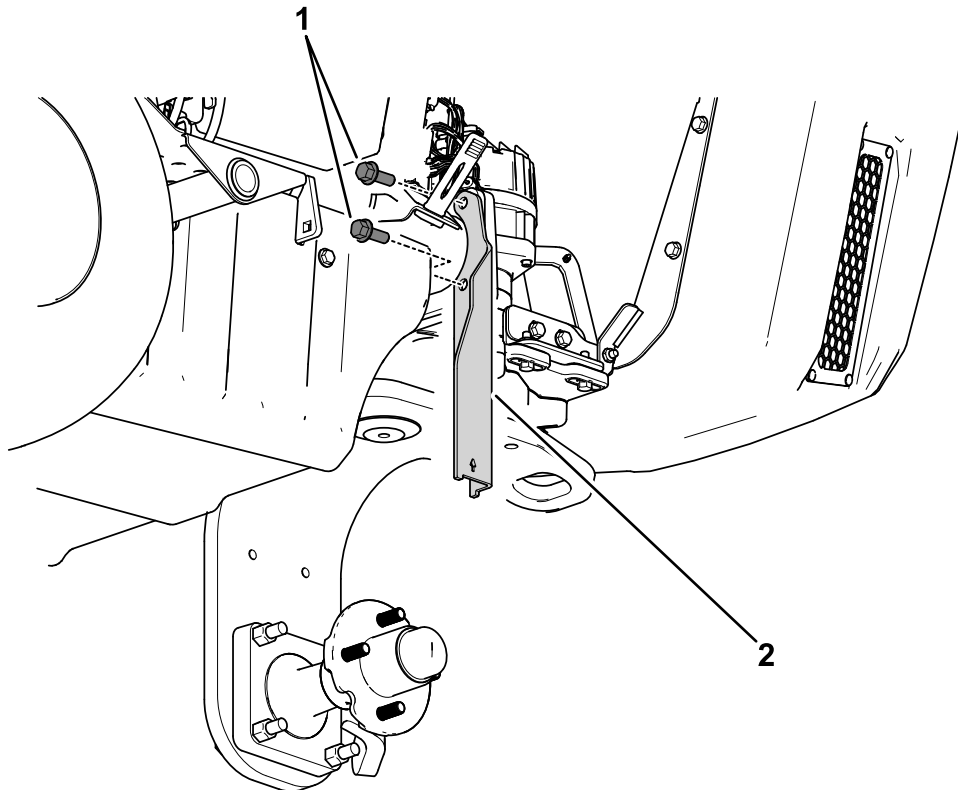

Bild 49
1. Verwenden Sie die vorhandenen Schrauben ( $\frac{7}{16}$ " ) vom Lenkgehäuse (in der Nähe der Lenkeinheit), um die Wagenheberhalterung am Lenkgehäuse zu befestigen (Bild 49).